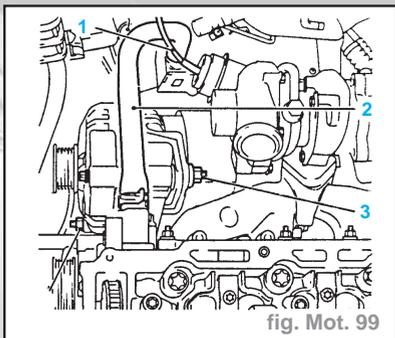

fig. Mot. 99
- Démontez le support du collecteur d'échappement du collecteur d'échappement (4) et desserrer le bloc de cylindres. Pivoter le support sur le côté.
- Démontez et retirez du turbocompresseur la conduite d'arrivée d'huile (3).
- Déposer la tôle calorifuge du démarreur (2).
- Déposer la conduite de retour d'huile du turbocompresseur (3) du bloc-cylindres.
- Retirer le tuyau à dépression (1) de la capsule du limiteur de pression de sur-alimentation (fig. Mot. 99).